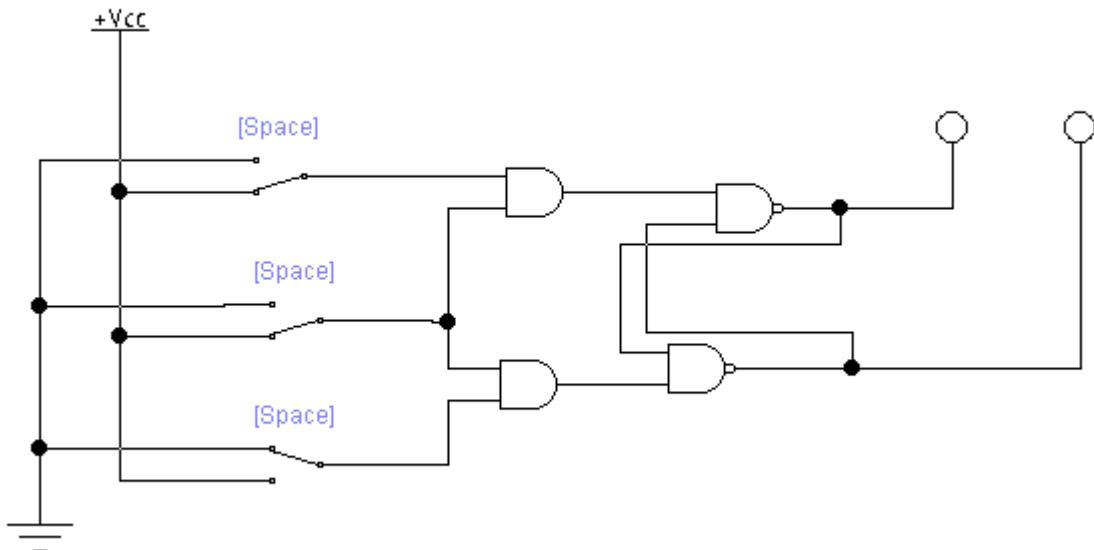

Рисунок 4.65 – Принципова схема для дослідження роботи синхронного RS -тригера
9. Зібрати принципову схему для дослідження роботи синхронного RS -тригера (рис. 4.65) із логічних елементів I, I-II.